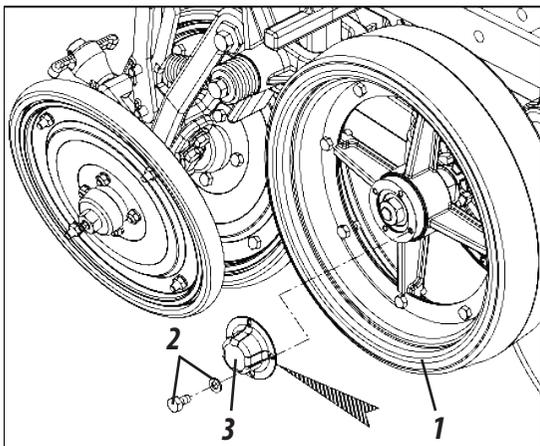

Figura 60
LUBRICAR CADA 200 HORAS DE TRABAJO (FIGURA 60)
1- En las ruedas compactadoras (1) suelte los tornillos y arandelas (2), retire la taza (3) e introduzca grasa nueva. Recolecte la taza (3) en las ruedas compactadoras (1) y fijela con los tornillos y arandelas (2), conforme muestra la figura 60.